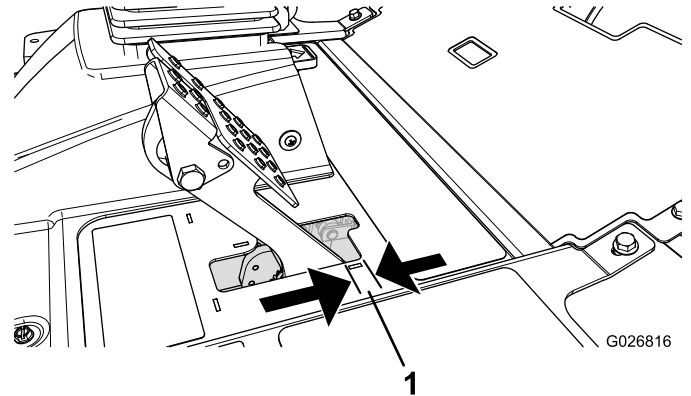

Figure 63
Régalez les freins si la garde à la pédale de frein est supérieure à 2,5 cm (Figure 63) ou si la force de maintien offerte est insuffisante. La garde est la distance parcourue par la pédale de frein avant que le freinage soit ressenti.
2. Serrez l'écrou arrière afin de pouvoir déplacer le câble en arrière jusqu'à obtention d'une garde de 6 à 13 mm (Figure 63), avant le blocage des roues.